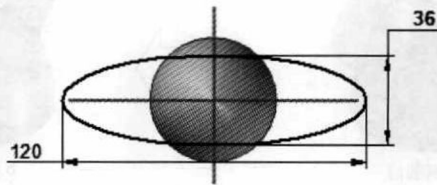

图 2.6 草图 3
Step6. 创建图 2.6 所示的草图 3。在 **草图** 区域中单击  按钮, 选取平面 5 为草图平面, 绘制图 2.6 所示的草图。